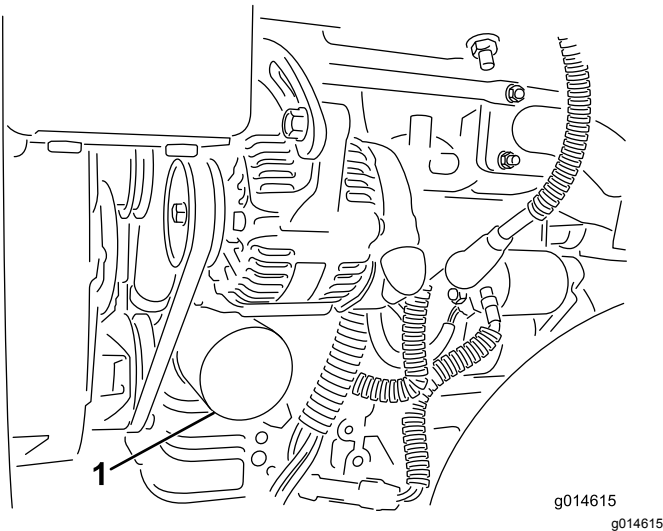

Figura 31
2. Togliete il filtro dell'olio (Figura 31). Spalmate un leggero strato di olio pulito sulla nuova guarnizione del filtro.